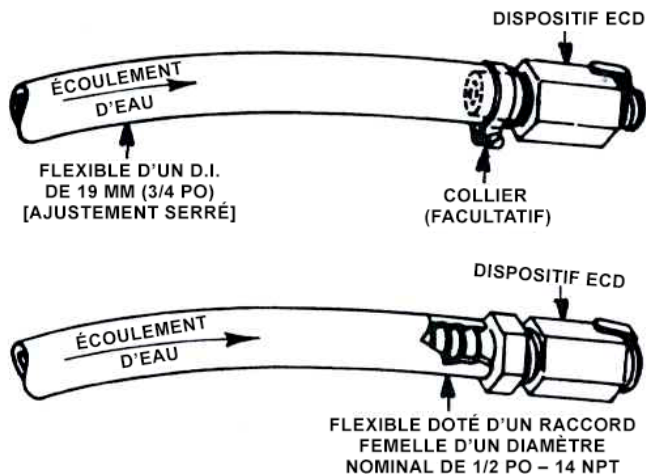

Figure 5
1. Attacher le drain ou le reniflard à une conduite d'eau propre, l'extrémité filetée en amont (voir la figure 5).